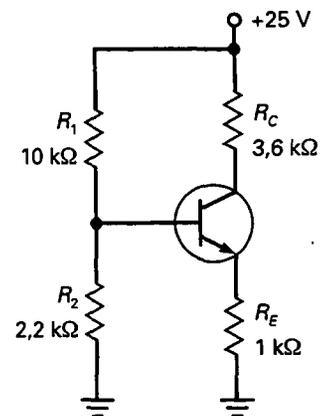

Figura 8-19
- 8-1. ¿Cuál es la tensión de emisor de la Figura 8-19?
- 8-7. ¿Cuál es el punto Q para el circuito de la Figura 8-19?